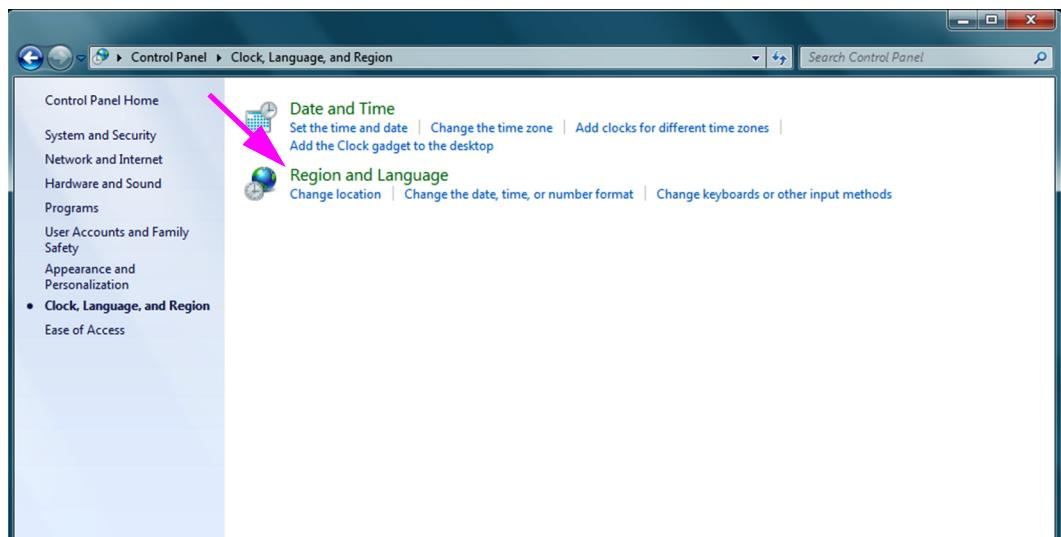

Figure C-14. Fenêtre Clock, Language, and Region (Horloge, langue et région)
4. La fenêtre Clock, Language, and Region (Horloge, langue et région) apparaît (cf. Figure C-14). Cliquez sur **Region and Language** (Région et langue).